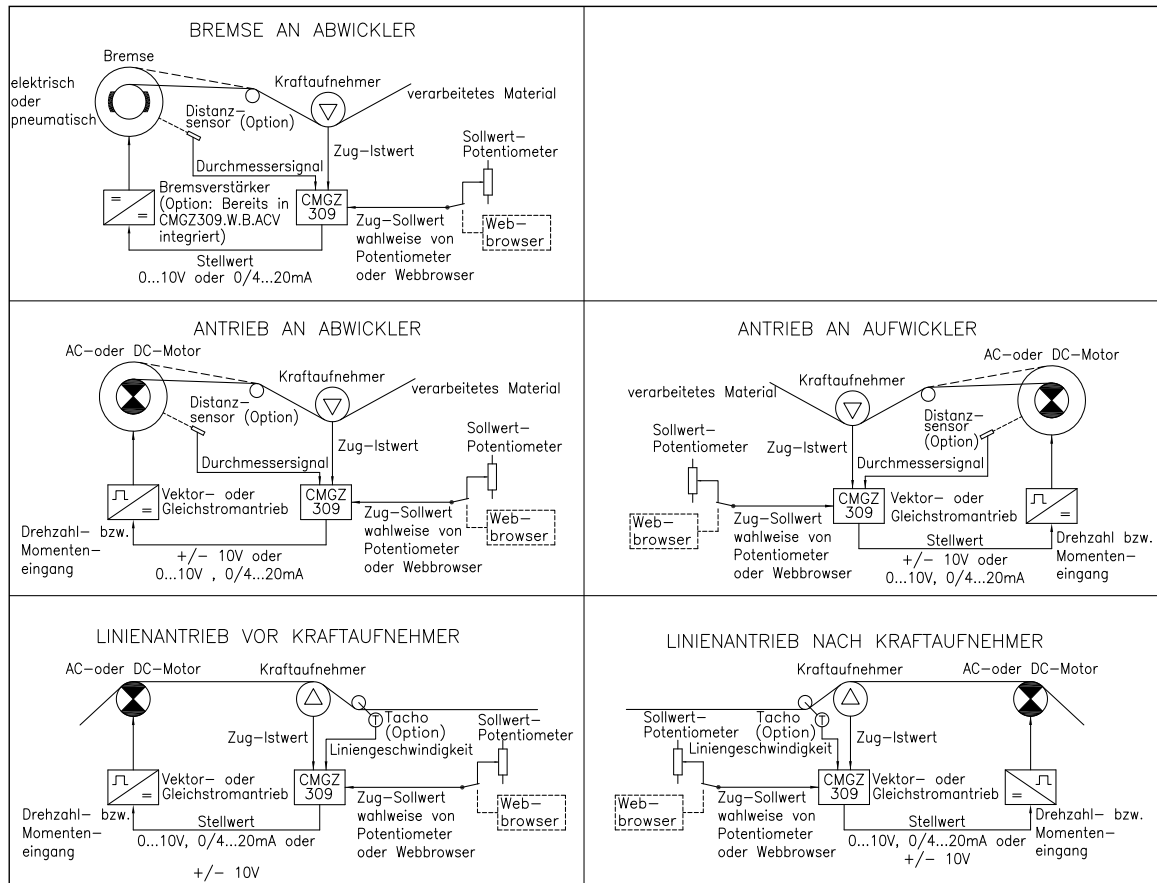

Bild 2: Prinzipschemata der möglichen Reglerapplikationen
- Betriebsarten wie: Abwickler-Bremse, Abwickler-Antrieb, Aufwickler-Antrieb, Linienantrieb (siehe **Bild 2**).